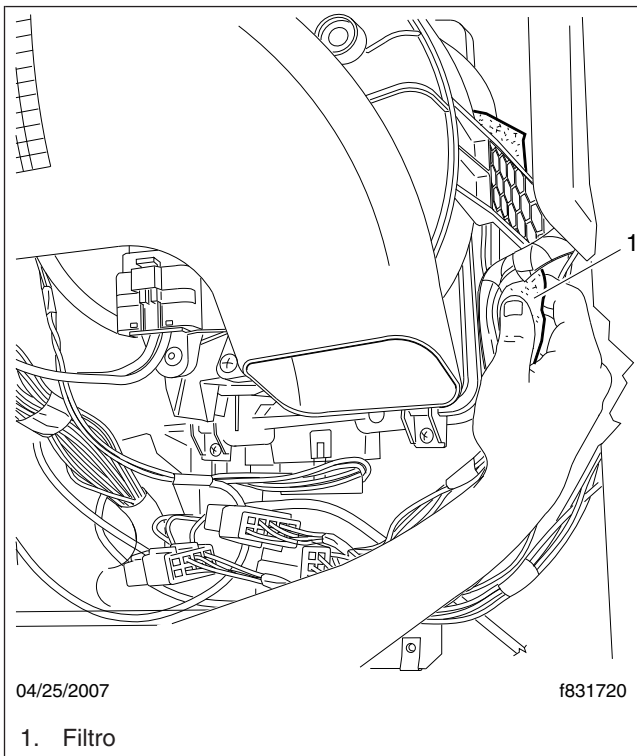

Figura 7, Retiro del filtro de la cabina
4. Retire el filtro del rebajo de admisión en la parte posterior del pleno. Jálelo a lo largo del borde inferior del rebajo hasta soltarlo y deslícelo hacia abajo en forma recta. Vea la **Figura 7**.